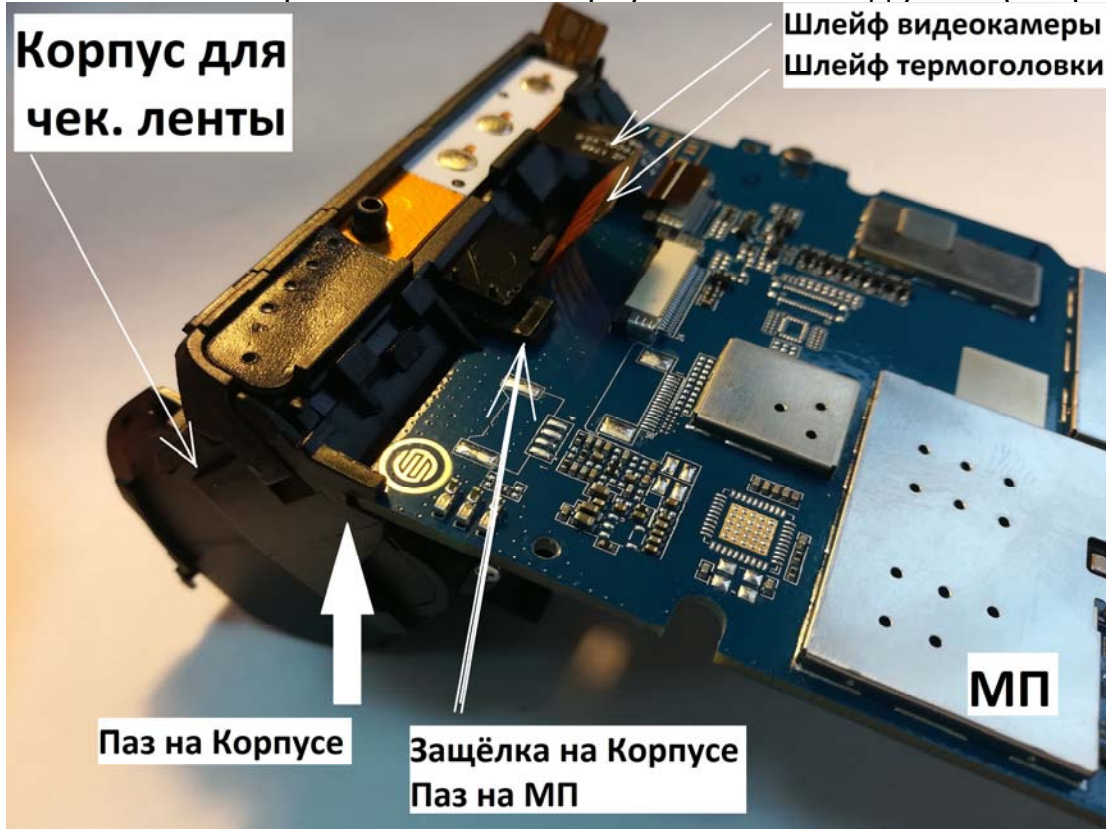

рис. 27
- Вставить край МП в паз на Корпусе немного под углом (см. рис. 27)